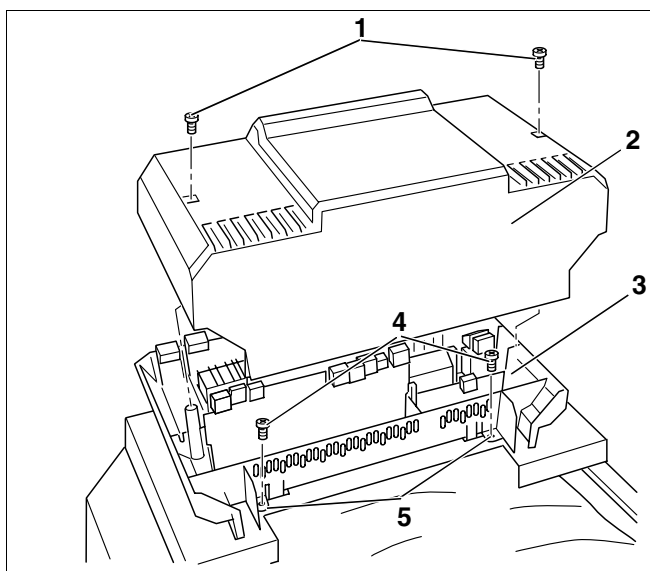

Fig. 57 Se îndepărtează capacul (de exemplu, la aparatul de reglare Logamatic 2107)
- Se îndepărtează ambele șuruburi (Fig. 57, **Poz. 1**) ale capacului aparatului de reglare (Fig. 57, **Poz. 2**) și se scoate capacul aparatului de reglare (Fig. 57, **Poz. 2**).
- Aparatul de reglare (Fig. 57, **Poz. 3**) se fixează strâns, prin intermediul a doua șuruburi de fixare (Fig. 57, **Poz. 4**) la locurile de fixare prevăzute (Fig. 57, **Poz. 5**) de la cutia frontală a cazanului.
- Capacul superior (Fig. 57, **Poz. 2**, pagina 48) al aparatului de reglare se remontează.
- Se asigură cu șuruburi (Fig. 57, **Poz. 1**, pagina 48) capacul superior al aparatului de reglare.